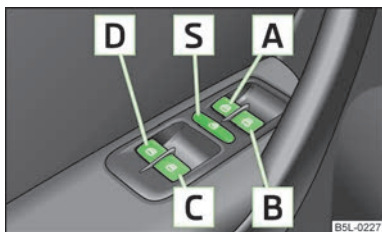

Fig. 18
- Când se transportă copii pe locurile din spate, vă recomandăm să scoateți din funcțiune comutatoarele din portierele din spate (comutatorul de siguranță)  » fig. 18 la pagina 35.
Tastele pentru fiecare geam se găsesc în cotiera din portiera șoferului » fig. 18, pasagerului față și în portierele spate » fig. 19 la pagina 35.
Prin apăsarea comutatorului de siguranță » fig. 18, puteți scoate din funcțiune tastele acționării geamurilor din portierele din spate. Apăsând încă o dată comutatorul de siguranță , puteți restabili funcționarea tastelor acționării geamurilor din portierele din spate.